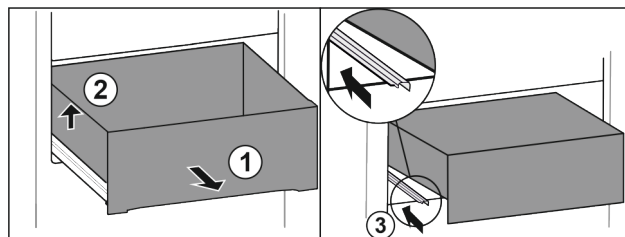

Fig. 92
- ▶ Trekk ut skuffen til anslag. Fig. 92 (1)
- ▶ Løft skuffen til venstre. Fig. 92 (2)
- ▶ Skv inn venstre skinner. Fig. 92 (3)